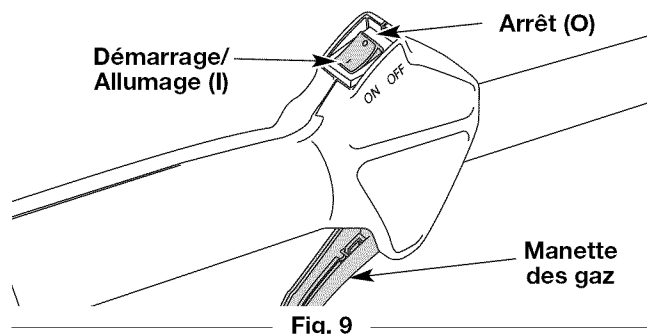

Fig. 9
**REMARQUE :** Il n'est pas nécessaire de faire démarrer la machine. La commande On/Off (Arrêt/Marche) est en position ON (I) en permanence (Fig. 9).
2. Appuyez sur la commande Marche/Arrêt et maintenez-la en position **ARRÊT (O)** jusqu'à ce que le moteur s'arrête complètement (Fig. 9).